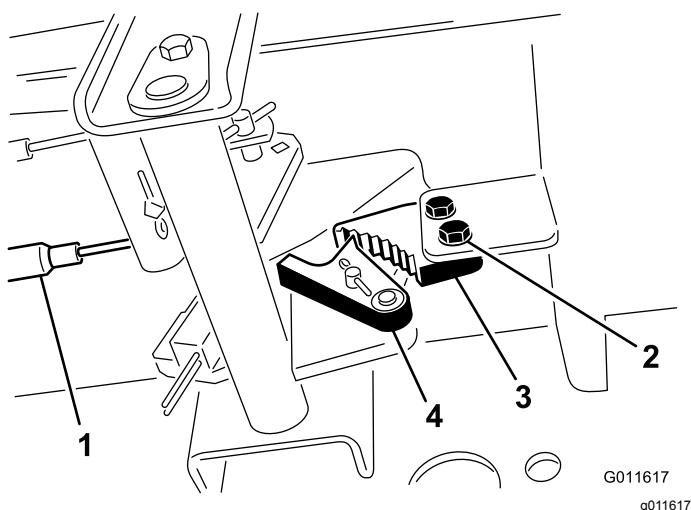

Figura 62
1. Afloje los 2 tornillos que fijan el trinquete del freno de estacionamiento al bastidor (Figura 62).
2. Pise el pedal del freno de estacionamiento hacia adelante hasta que la uña se engancha a fondo en el trinquete del freno (Figura 62).